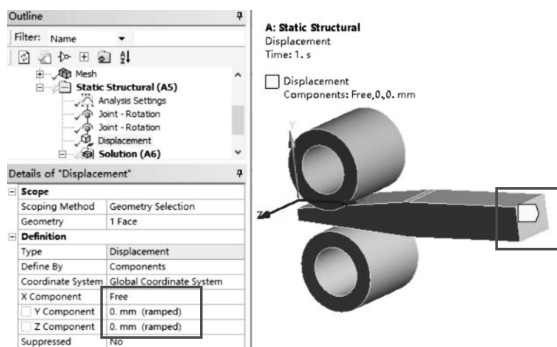

图 2-59 施加约束
(5) 施加位移约束: 首先在标准工具栏中单击 , 然后选择轧件端面, 接着在环境工具栏中单击【Supports】→【Displacement】, 【Displacement】→【Details of “Displacement”】→【Scope】→【Definition】→【X Component】= Free, 【Y Component】= 0mm, 【Z Component】= 0mm, 如图 2-59 所示。